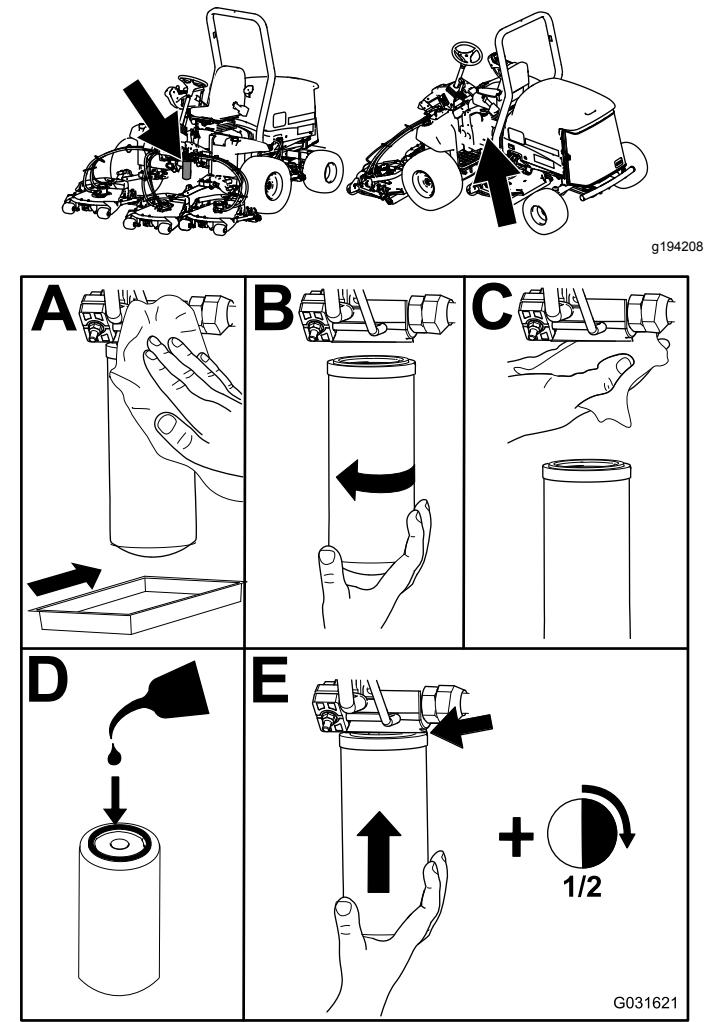

Figure 91
2. Remplacez les deux filtres hydrauliques (Figure 91).